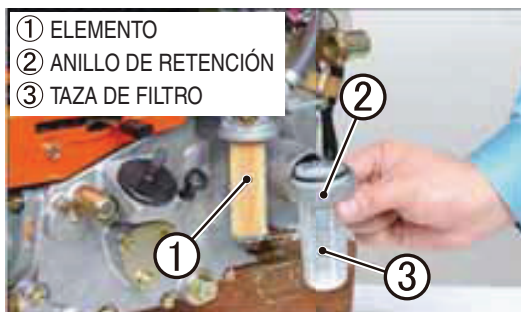

Figura 25. Cambio del filtro de combustible
2. Quite el anillo de retención sobre la taza para sacar el filtro y el elemento (Figura 25).